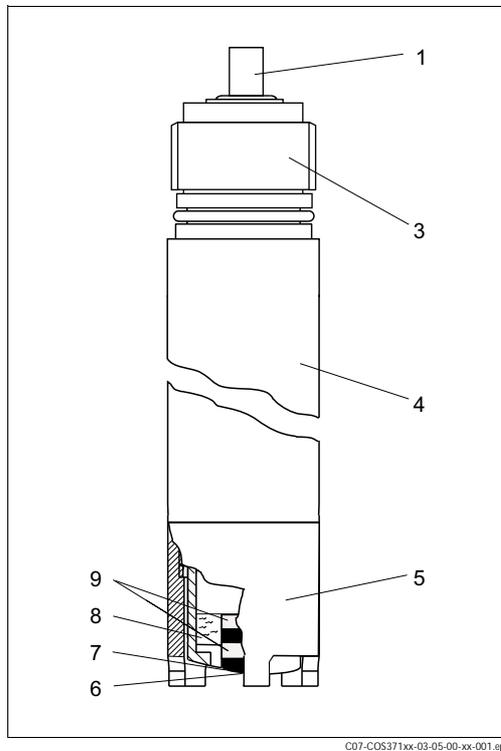

Fig. 11: Struttura del sensore
- Asta del sensore (fig. 11, pos. 4)
- Protezione della membrana (fig. 11, pos. 5)